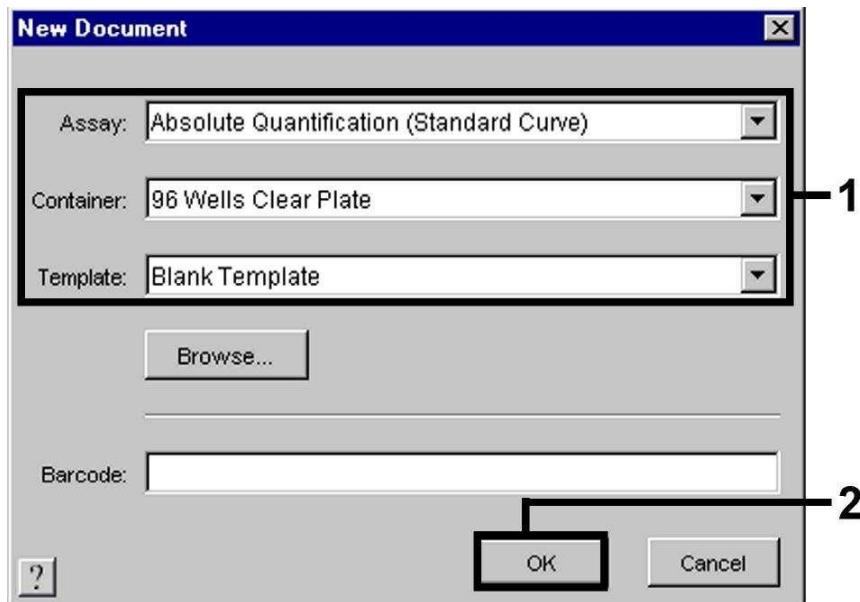

Fig. 16: Pré-definições para a criação de um novo ensaio de PCR (New Document).
Seleccione no *ABI PRISM 7900HT SDS* o ítem *New* do menu *File* e introduza ao novo documento os seguintes ajustes básicos (ver Fig. 16). Um Template gravado anteriormente (*ABI PRISM SDS Template Document* [*.sdt]) encontra-se à sua disposição na lista de *Template* ou pode ser seleccionado através da função *Browse* (ver capítulo **8.5.3.5 Gravação do Ensaio de PCR**). Confirme as suas definições (OK).